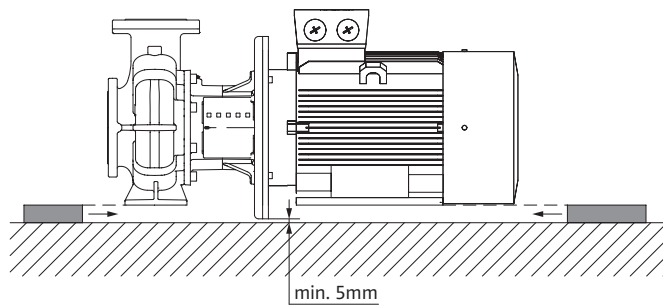

Fig. 14: أمثلة تركيب المضخة أحادية الكتلة BL
- في المضخات من نوع المضخة أحادية الكتلة BL يجب أن يُدعم المحرك بدءاً من قدرة محرك قدرها 18,5 كيلوواط، انظر أمثلة التركيب BL (Fig. 14).